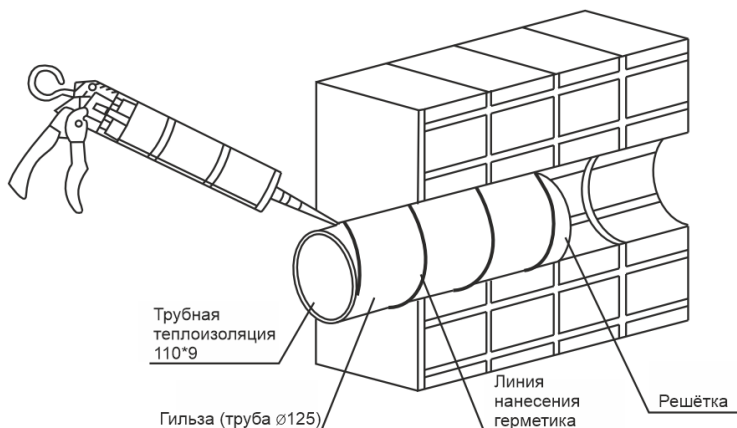

Рис. 3 Вариант установки гильзы с нанесением герметика
2. Нанести на гильзу герметик (см. рис. 3)